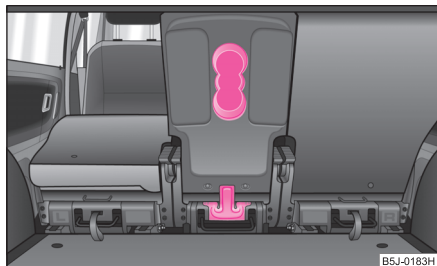

Fig. 88 Support pour la fixation
- Poussez le support de fixation ⇒ fig. 88 entre l'assise et le dossier depuis l'arrière, remettez ensuite le dossier à la verticale.